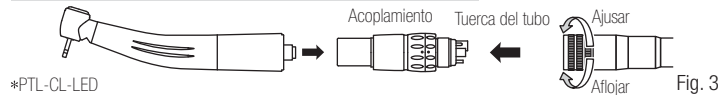

Fig. 3
- 1) Para realizar la conexión, alinee e introduzca con cuidado y firmeza la patilla del acoplamiento en los orificios de la patilla del tubo y ajuste con seguridad la tuerca del tubo (Fig.3).